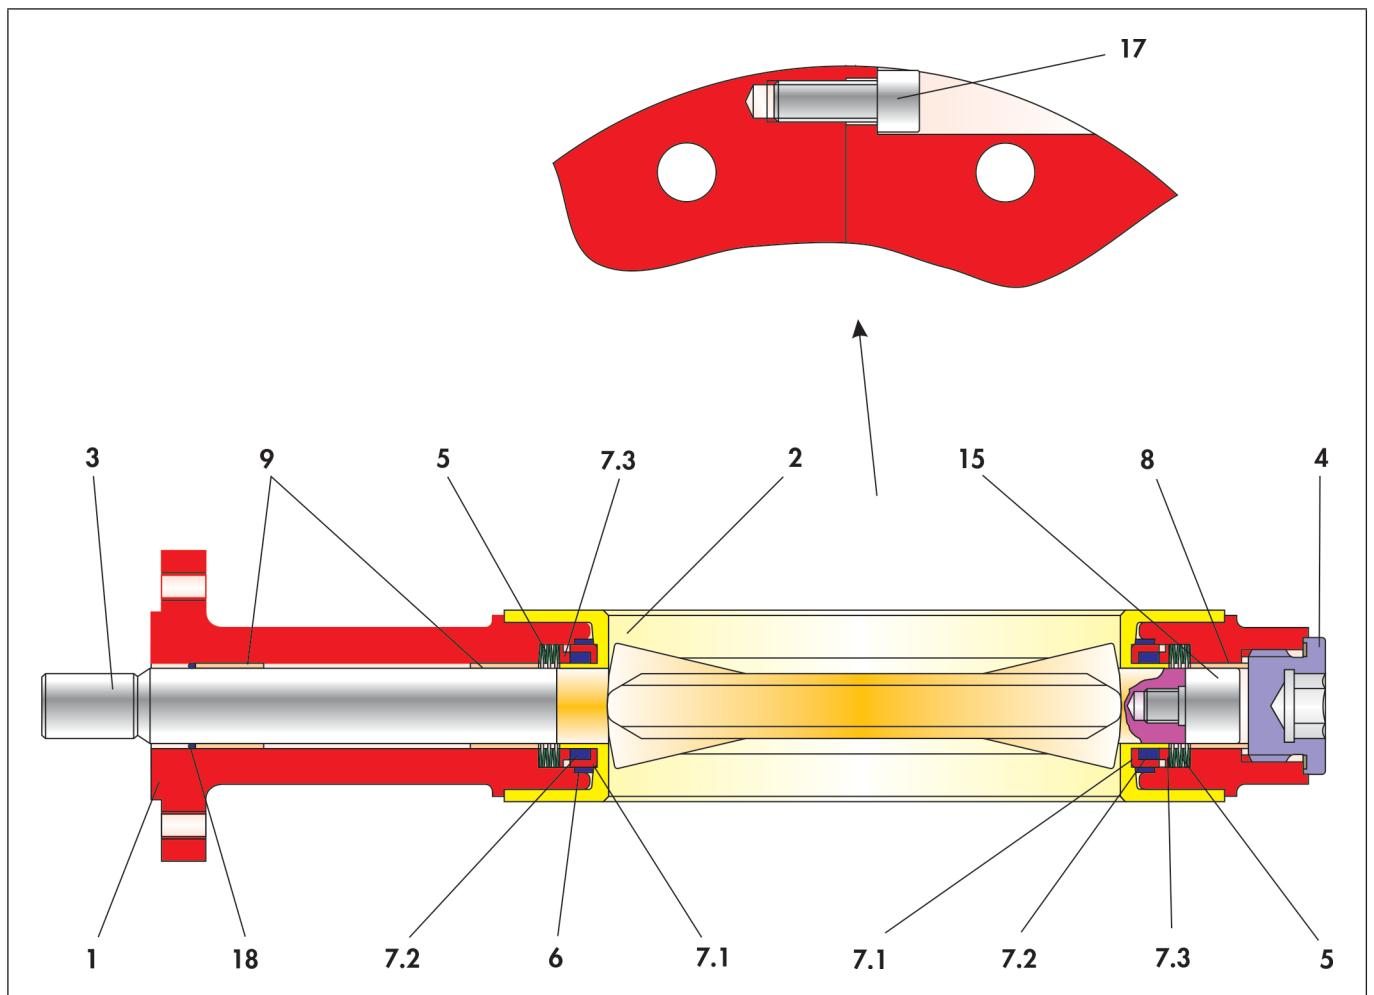

Figura 3-3: Desenho em corte da válvula borboleta BR 10e
- ⇒ Colocar os discos (7.1) a partir de ambas as extremidades sobre o veio da válvula borboleta (3) e sobre o colar do mancal do revestimento (2).
- ⇒ Colocar o inserto (6) à volta do revestimento (2), encaixando os orifícios do inserto à volta do colar do mancal.
- ⇒ Aparafusar o parafuso do mancal (15) no pino do mancal do disco da válvula borboleta (3).
- ⇒ Introduzir o casquilho (8) no furo do veio da metade inferior do corpo (1b).
- ⇒ Inserir o jogo de anilhas de mola (5), composto por 6 anilhas de mola, na respetiva posição da metade do corpo (1b). Consultar a disposição da anilhas de mola na figura 3-3.
- ⇒ Introduzir os casquinhos (9) no furo do veio da metade superior do corpo (1a).
- ⇒ Inserir o jogo de anilhas de mola (5), composto por 6 anilhas de mola, na respetiva posição da metade do corpo (1a). Consultar a disposição da anilhas de mola na figura 3-3.